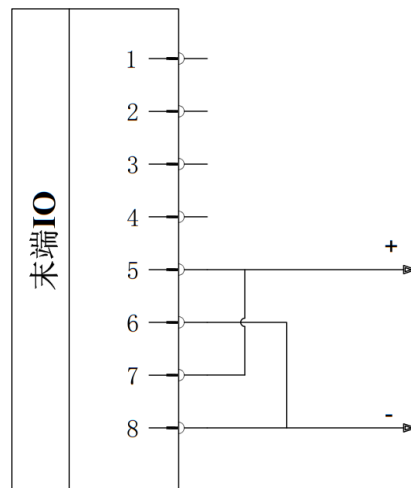

图 2-44: 双针模式 2 接线
2) 接线方法: 如图 2-44, 将电源线 (5 灰色) 与 TI1/TO1/PWR1 线 (7 蓝色) 连接, 接地线 (8 红色) 与 TI0/TO0/GND1 线 (6 粉红色) 连接。